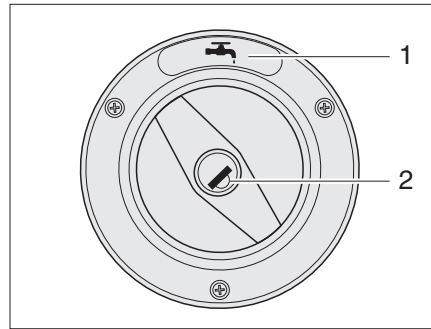
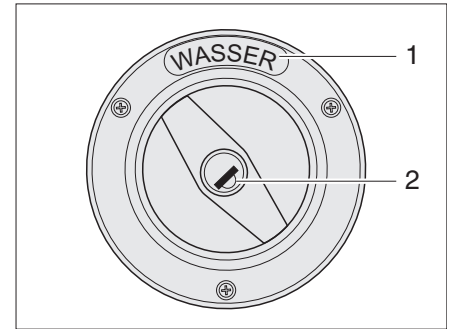

Bild 6 Verschlussdeckel für Frischwasser-Einfüllstutzen (Variante 1)
Bild 7 Verschlussdeckel für Frischwasser-Einfüllstutzen (Variante 2)
- ▷ Der Frischwasser-Einfüllstutzen ist durch das Symbol "☰" (Bild 6,1) oder den Schriftzug "WASSER" (Bild 7,1) gekennzeichnet.
- Schlüssel in Schließzylinder (Bild 6,2 oder Bild 7,2) stecken und entgegen dem Uhrzeigersinn drehen.